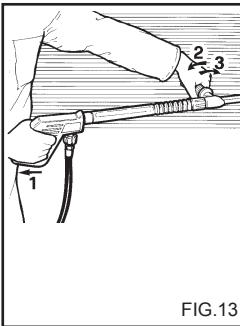

FIG.13
## BENUTZUNG DER DOPPELSTAB-PELTEN LANZE (Fig.13).
- 2) Den Hochdruckreiniger anlaufen lassen, den Reinigungsmittelhahn (falls vorhanden) aufdrehen, die Steuerung für das Absaugen des auf der Lanze (fig.13) vorhandenen Reinigungsmittels betätigen und nun das Mittel von unten nach oben auf der ganzen, zu reinigenden Oberfläche verteilen. Ein paar Minuten lang einwirken lassen.